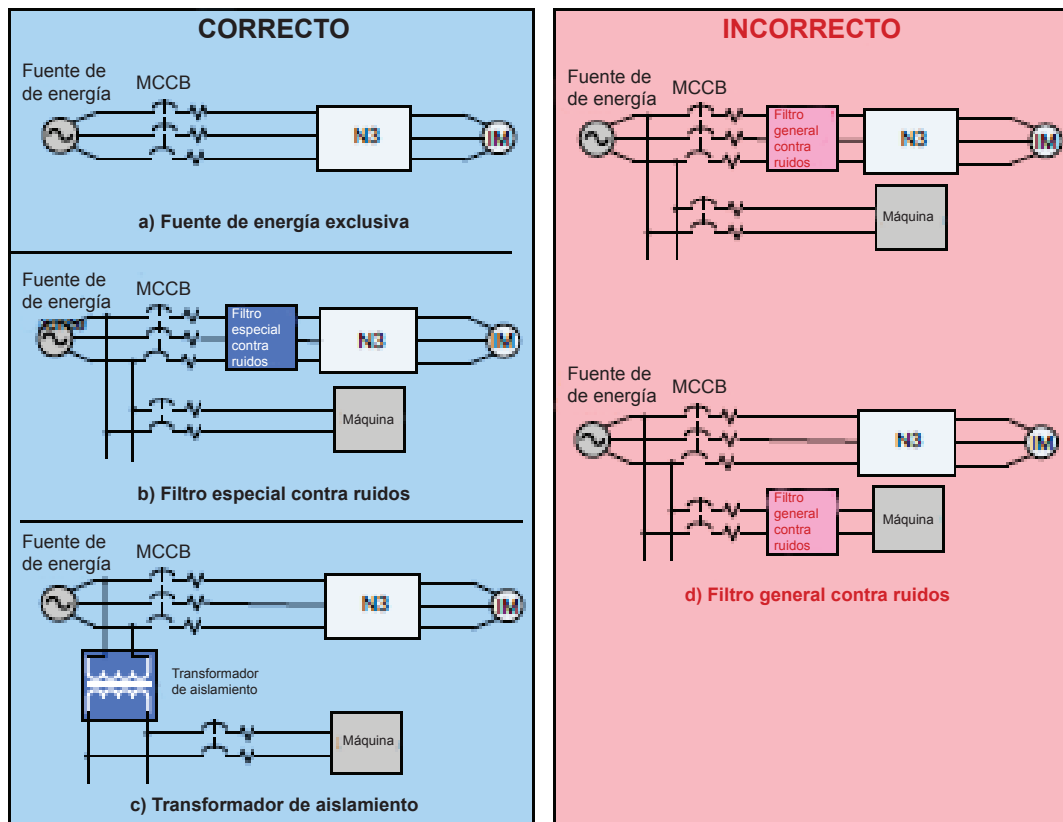

Fig. 8.6 Ejemplos de la instalación y del cableado de la energía de entrada
La Fig. 8.6 muestra recomendaciones para la instalación de la energía de entrada con ejemplos correctos e incorrectos.
- Siempre que sea posible el inversor debe conectarse a una fuente de energía exclusiva (Fig. 8.6 a)